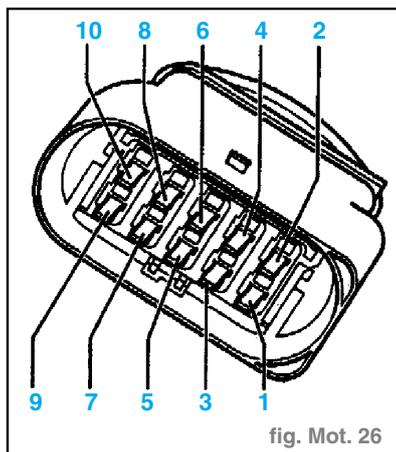

fig. Mot. 26
- Mesurer la résistance avec le multimètre entre les contacts **4 + 7** de la fiche. (fig. Mot. 26)
- Mesurer la résistance entre les contacts **1 + 2** et **2 + 3** de la fiche. (fig. Mot. 26)
- Mesurer la résistance entre les contacts **5 + 6** de la fiche. (fig. Mot. 26)